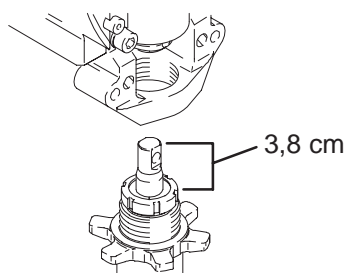

Fig. 19 7676B
1. Fig. 19. Sortir la tige de piston de 3,8 cm. Visser la pompe jusqu'à ce que les trous de la tige transversale et de la tige de piston soient l'un en face de l'autre.